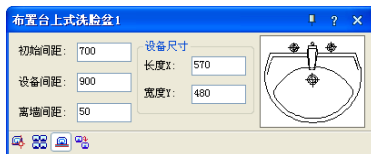

图 2-65 【布置台上式洗脸盆 1】对话框
① 在【天正洁具】对话框中选择名称为“台上式洗脸盆 1”的洁具图形，双击图形，在弹出的【布置台上式洗脸盆 1】对话框中设置参数如图 2-65 所示。